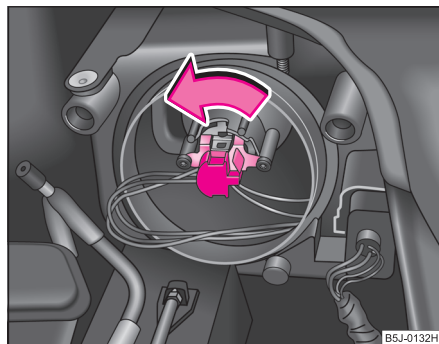

Fig. 185 Demontarea becului luminii de întâlnire și drum
- La farurile cu modul (bec cu halogen H7), ⇒ fig. 185 rotiți fișa electrică cu becul cu halogen până la limită spre stânga și scoateți-l.